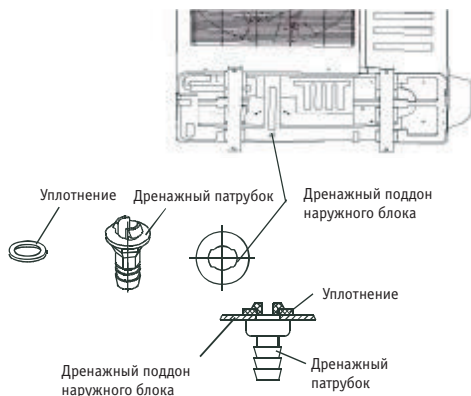

Рис. 29
- Установите уплотнитель в дренажный патрубок, затем вставьте патрубок в отверстие в дренажном поддоне наружного блока и поверните на 90° для надежного закрепления. Подсоедините к дренажному патрубку сливной шланг (приобретается дополнительно) для отвода конденсата, образующегося в наружном блоке в режиме обогрева (см. рис. 29).